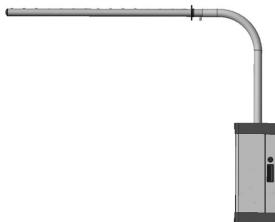

рис. 43
1. Внутри парораспределителя, независимо от его конфигурации, образуется определенное количество конденсата. Это конденсат должен удаляться, чтобы не препятствовать потоку пара. Если парораспределитель устанавливается выше пароувлажнителя и паровая трасса не имеет сифонообразных изгибов, устройство возврата конденсата может не устанавливаться [например, рис. 43].